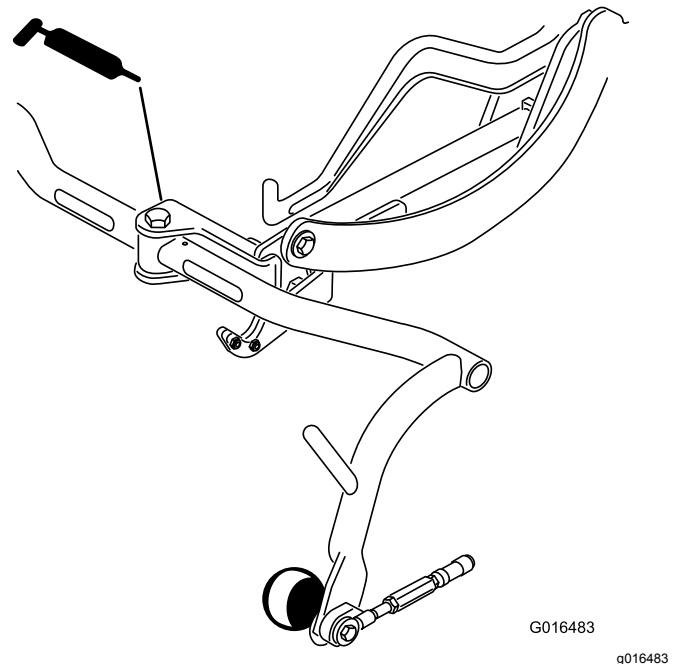

Bild 30
- Trägerrahmenscharnier (3) (Bild 30)